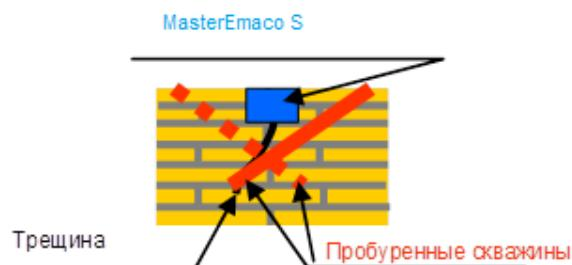

Рисунок 1 Примерная технология инъекции трещин.
- в случае большого раскрытия, трещина предварительно заполняется смесью MasterEmaco S для исключения вытекания суспензии MasterEmaco A 640. (рис. 1)